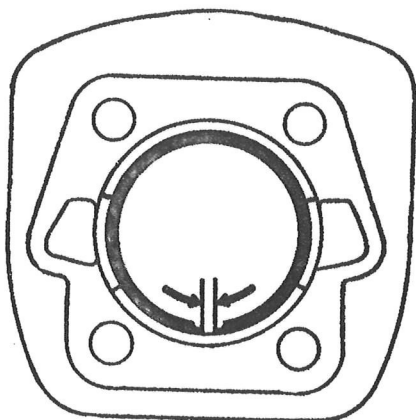

fig. 12
- demonteer de beide zuigerveren (let op hoe ze gezeten hebben!) en controleer de overmatige slotspeling, door ze onderin de cylinder aan te brengen (fig. 12). Minimale slotspeling 0,02 mm, maximaal 0,7 mm
- worden nieuwe zuigerveren gemonteerd, dan verdient het aanbeveling toch de slotspeling te controleren volgens fig. 12